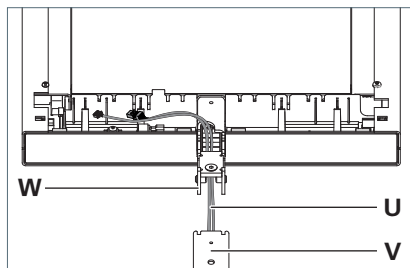

Fig. 10: Monter la tête du luminaire sur le tube porteur.
- Introduisez les câbles **U** par le bas dans le bras de support **W** sur la tête du luminaire et enfoncez le bras de support entièrement dans le tube porteur **V**, voir Fig. 10.